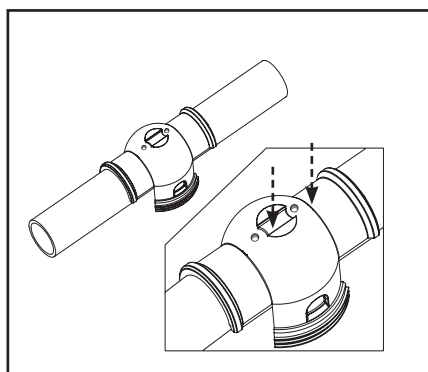

Figura 7. Marcado de tubos para la perforación de agujeros
7. Invertir la abrazadera inferior y colóquela en el tubo. Marque el tubo para perforación de los agujeros alimentadores (ver Figura 7).